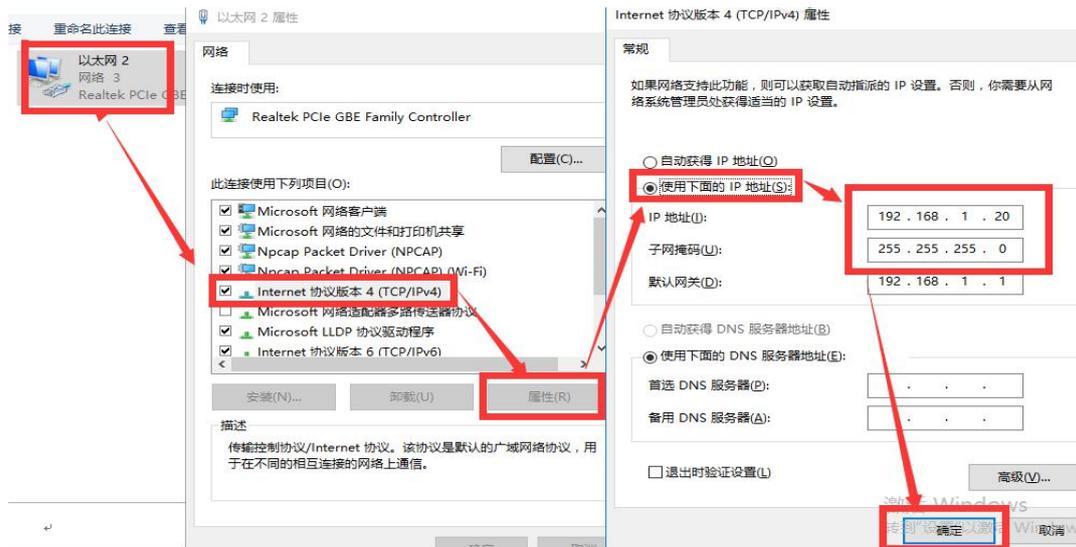

图 5.2
2. 右击以太网适配器图片，点击“属性”，选择“...TCP/TP V4”选项，再点击“属性”，选择“使用下面的 IP 地址”，修改电脑的 IP 地址为“192.168.1.20”，掩码为：“255.255.255.0”，点击“确定”，如图 5.2 所示。